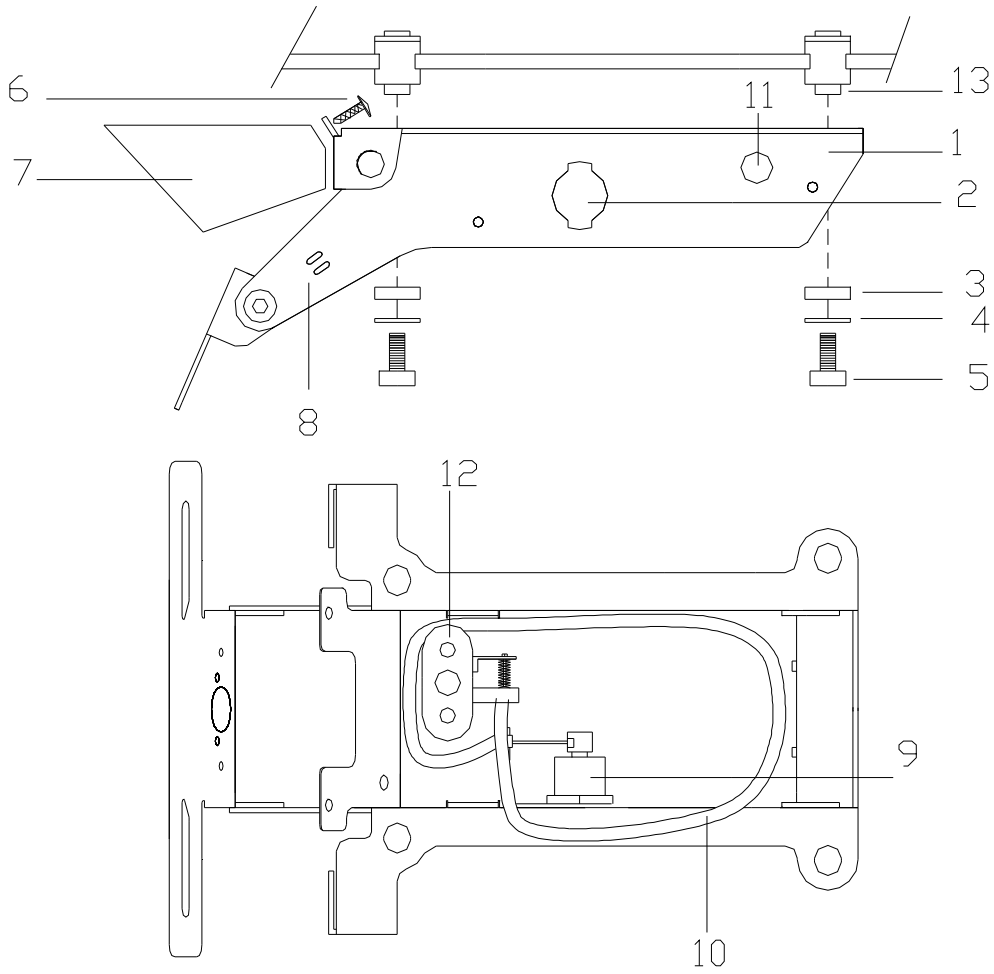

FIGURA 3 / FIGURE 3
- 3- Montar la luz trasera (7) en el portamatriculas (1) suministrado usando los tornillos originales (6). Montar el conjunto cerradura (9) como muestra la figura 3.
- 4- Previo a la fijación del portamatriculas , fijar el cierre (12) con los tornillos originales, colocando el cable (10) como muestra la figura 3 . A continuación colocar el portamatriculas en los pivotes originales (13) y fijar con los tornillos (5) y arandelas(4) originales, intercalando los casquillos (3) tal y como muestra la figura 3.